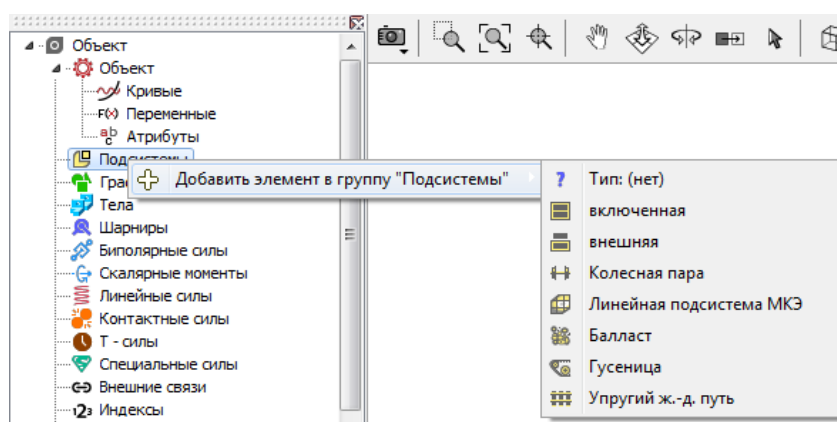

Рис. 2.2. Добавление подсистемы типа «Гусеница»
- щелкните правой кнопкой мыши на данном пункте списка и выполните команду контекстного меню **Добавить элемент в группу «Подсистемы» | Гусеница**, рис. 2.2.